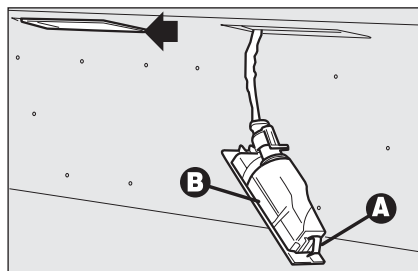

fig. 40
- agire con un cacciavite a lama piatta e protetto con un panno morbido sul dispositivo **A-fig. 40** per estrarre il gruppo **B**;